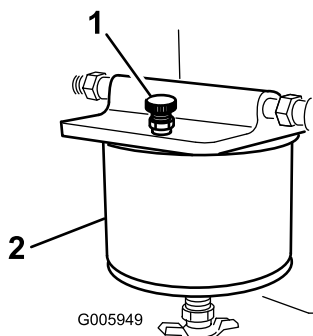

Bild 33
5. Öffnen Sie die Entlüftungsschraube oben am Kraftstofffilter, um die Glocke mit Kraftstoff zu füllen (Bild 33).